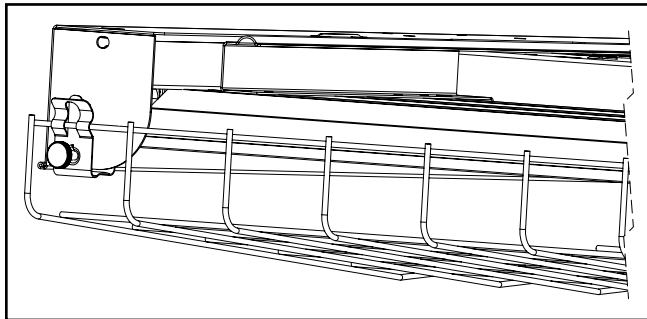

Figura 3.
4. Alinee el protector/gancho con el expulsor y ajuste el tornillo manual hasta que pase por completo por el orificio en el lateral de la placa trasera de la luminaria (Figura 3.).